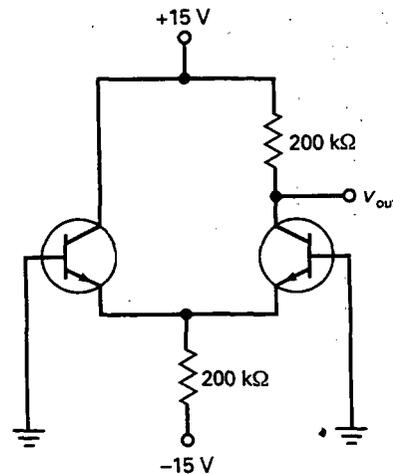

Figura 17-34
- 17-3. ¿Cuáles son las corrientes y tensiones ideales en la Figura 17-34?
- 17-18. En la Figura 17-34 se usan erróneamente 20 kΩ en lugar de la resistencia de colector de 200 kΩ. ¿Cuánto vale la tensión de salida?
- 17-19. En la Figura 17-34, v_{out} es casi cero. La corriente de polarización de entrada es de 80 nA. ¿Cuál de las siguientes afirmaciones describe el problema?
- 17-20. En la Figura 17-34 los transistores son idénticos con $\beta_{dc} = 200$. ¿Cuál es la tensión de salida?
- 17-21. ¿Cuáles son las tensiones de las bases en la Figura 17-34 si cada transistor tiene $\beta_{dc} = 300$?
- 17-24. A temperatura ambiente, la tensión de salida de la Figura 17-34 tiene un valor de $7,5\text{ V}$. A medida que la temperatura se incrementa, disminuye el V_{BE} de cada diodo de emisor. Si el V_{BE} de la izquierda disminuye 2 mV por grado y el V_{BE} de la derecha disminuye $2,1\text{ mV}$ por grado, ¿cuál es la tensión de salida a $75\text{ }^\circ\text{C}$?